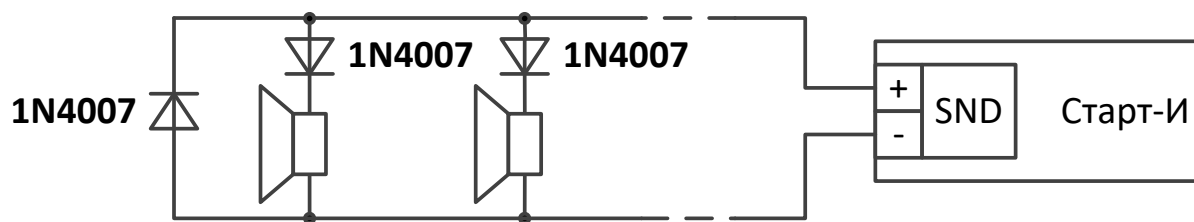

Рис. 23
- Схема подключения звуковых оповещателей представлена на рис. 23.